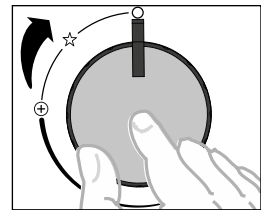

Figura 32
- Que la perilla esté en la posición de APAGADO (Ver figura 32).